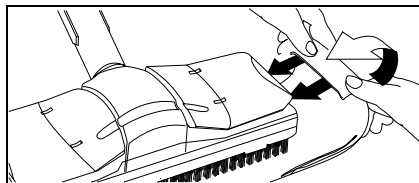

Fig. 10
- Fixe o pano de solo (H3) no bocal de solo (H1). Dobre o pano de solo longitudinalmente e coloque o bocal de solo em cima. Tire um extremo saliente depois do outro do pano de solo debaixo dos grampos de fixação (H2) (veja fig. 10).